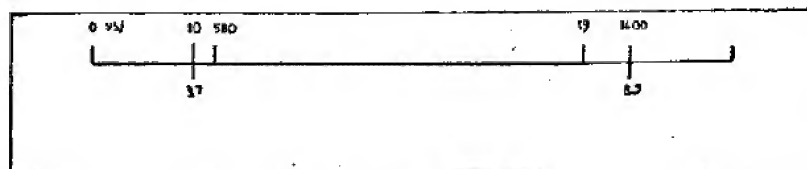

Fig. 1.
PRELIMINARI. — Prima di iniziare la taratura bisogna girare il regolatore di volume al massimo (tutto a destra) e così pure al massimo la selettività variabile (freccia in rilievo sulla manopola centrale tutto a sinistra). La taratura si deve eseguire con chassis smontato e quindi « senza la scala ». Perciò è indispensabile l'uso di una scala fittizia (fig. 1), che deve poter essere fissata sullo chassis, deve aver un indice applicabile sulla traccia di comando, ed infine deve riportare esattamente i punti di riferimento per la taratura.
Si porta ora l'indice sul segno 0 (515) (fig. 1) e lo si fissa alla traccia di comando.
recchio da tarare e portando pure l'indice sul segno corrispondente di 580 (vedi fig. 1).
TARATURA DELLE OT. — Anche in questo campo la taratura si fa in due punti: su 3,7 e 8,5 Mc. Si inizia da 3,7 Mc regolando l'oscillatore già collegato all'apparecchio come sopra, sulla medesima frequenza, spostando il commutatore su onde tropicali e l'indice in corrispondenza del segno 8,7 sulla scala (fig. 1).
Si tara ora su 8,5 Mc regolando l'oscillatore su tale frequenza e spostando l'indice in corrispondenza del segno 8,5 sulla scala (fig. 1).